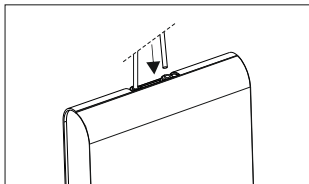

Bild 2 Anschluss des Montageschlauchs an den Ausgang des Systems [OUT]
- 6) Das andere Ende des Schlauchs an den Ausgang des Systems [OUT] anschließen (weißer Ring) (Bild 2).